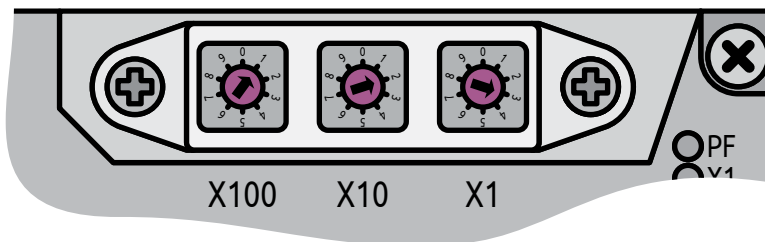

Рисунок 25 - IP-адрес устройства 192.168.1.123
**i** Например, для IP-адреса устройства 192.168.1.123 X100=1, X10=2, X1=3 (см. рисунок 25).